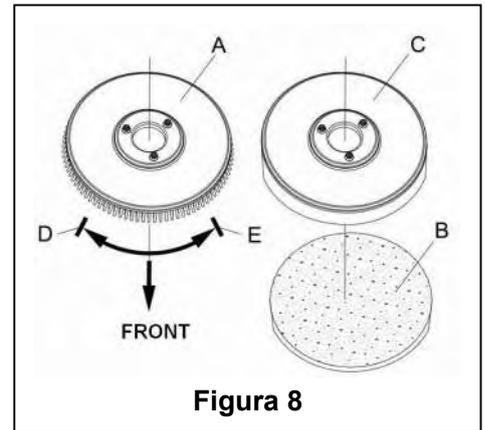

Figura 8
Conforme al tipo de suelo a limpiar, la máquina puede ser instalada con el cepillo (Figure8, A), o el panel de la almohadilla (Figura 8, B y C).
1. (Sólo aplicable a los modelo AS430B y AS510B): asegúrese de que el interruptor (41) está en posición de desconectado (O).
2. Presione el manillar (2) hacia abajo para levantar el cuerpo del tanque (26).
3. Coloque el cepillo (A) o el panel de la almohadilla (B – C) debajo del estuche.
4. Use el manillar (2) para bajar el cuerpo del tanque (26) hasta que entre en contacto con el cepillo o el panel de la almohadilla.
5. Para instalar el cepillo/el panel de la almohadilla automáticamente, gire el interruptor de encendido (41) a la posición "I" y presione el interruptor de seguridad (1) hacia abajo. Empuje suavemente la máquina hacia delante para permitir que la rueda de correa en la parte inferior del cuerpo del tanque se alinee con el cepillo o el panel de la almohadilla que se puede instalar a continuación. Luego libere el interruptor de seguridad. Si hace falta, repita los procedimientos hasta que el cepillo/el panel de la almohadilla estén montados.
6. Si el paso 5 le resulta difícil, use el método manual siguiendo la punta de flecha (D) para instalar el cepillo/el panel de la almohadilla (como indica la **Figura 8**).
7. Para descargar el cepillo/el panel de la almohadilla automáticamente, gire el interruptor de encendido (41) a la posición "O". Sujete el manillar con la mano y presione la máquina hacia abajo hasta que la rueda de guía toque el suelo y el cepillo/el panel de la almohadilla quede colgando en el aire. Gire el interruptor de encendido a la posición "I" y presione el interruptor de seguridad para que el cepillo/el panel de la almohadilla caigan al suelo.
8. Si el paso 5 le resulta difícil, use el método manual que consiste en girar el cepillo/el panel de la almohadilla en la dirección opuesta a la normal y éste quedará desmontado. (como indica la **Figura 8**).